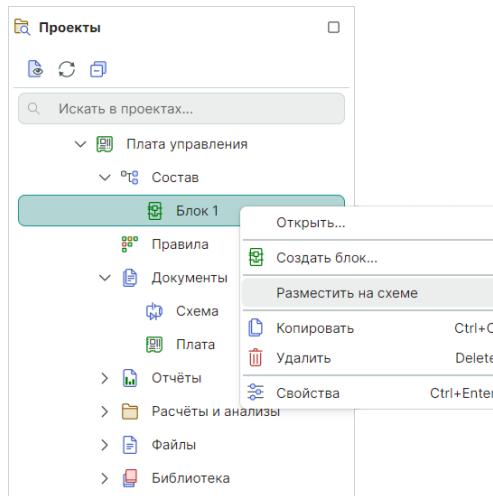

Рис. 279 Выбор блока в дереве проектов
1. Откройте узел «Состав» в дереве проектов, выберите нужный блок и выберите пункт «Разместить на схеме» в контекстном меню, см. Рис. 279.